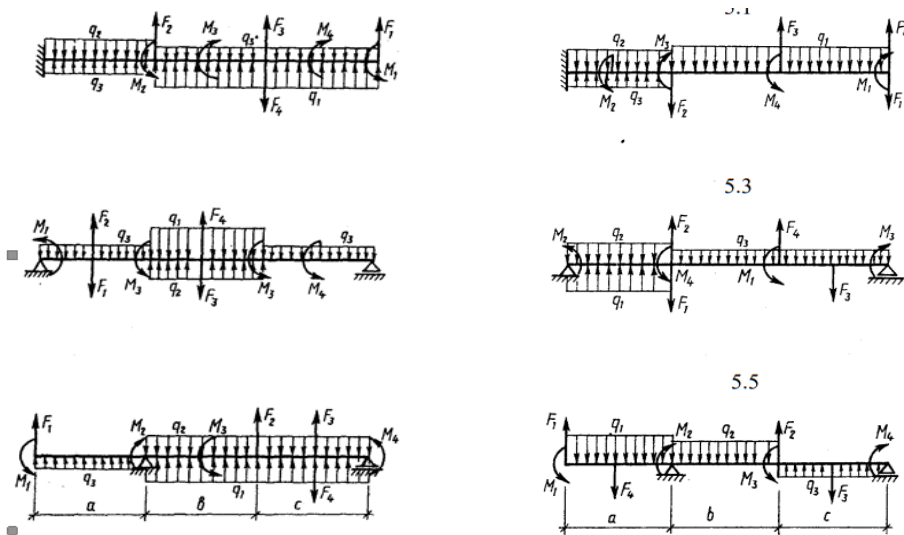

Рисунок 3. – Схемы для решения ОС-2.2
**Исходные данные:** Для заданных схем балок рис.3, табл. 2.